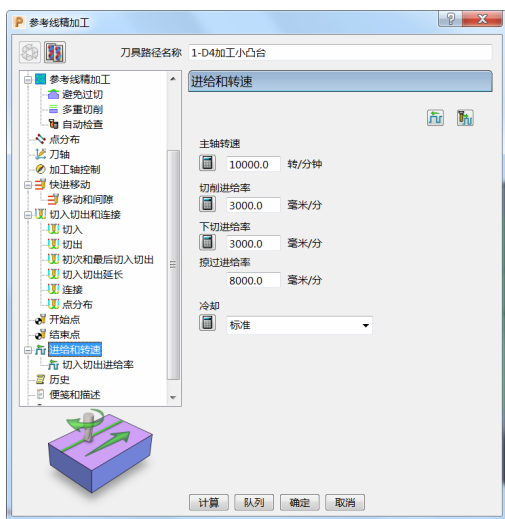
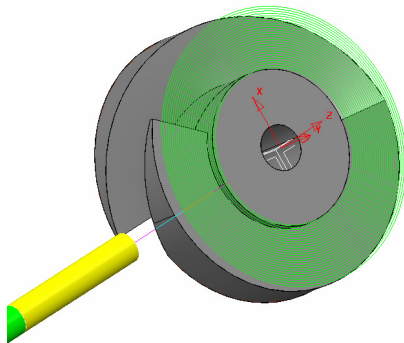

图 3-12
图 3-13
9) 进给和转速: 设定主轴转速 10000.0r/min、切削进给率 3000.0mm/min、下切进给率 3000.0mm/min、掠过进给率 8000.0mm/min, 标准冷却。(图 3-12)
10) 单击图 3-12 中的“计算”按钮，刀具路径如图 3-13 所示。